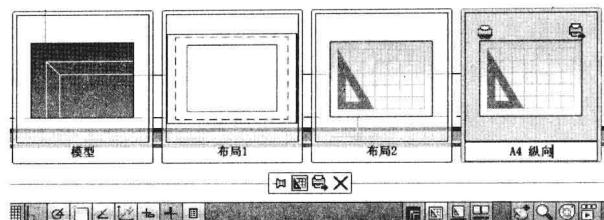

图 10-3-2
(3) 单击一个布局预览图像，即切换到该布局空间中，双击布局名称，修改名称为“A4 纵向”，如图 10-3-2 所示。